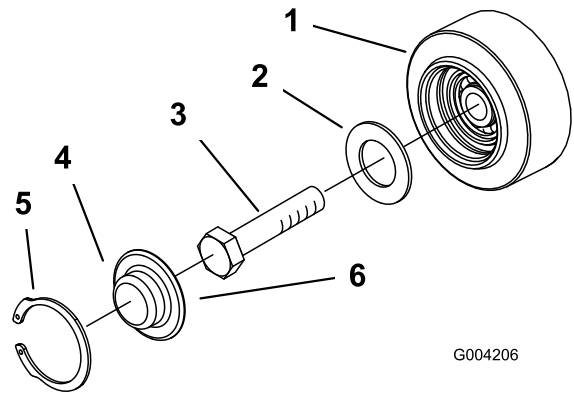

Figure 50
4. Vérifiez la graisse sous le chapeau et autour du joint (Figure 50). Si elle est encrassée, granuleuse ou en quantité insuffisante, enlevez toute la graisse, remplacez le joint et ajoutez de la graisse neuve.
6. Placez le chapeau de galet de roulement sur la tête du boulon (Figure 50).
7. Fixez le chapeau avec le jonc d'arrêt (Figure 50).
3. Déposez le jonc d'arrêt et le chapeau d'un galet de roulement (Figure 50).